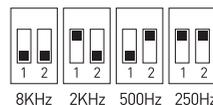

Рис. 2. Положение DIP-переключателей при выборе частоты ШИМ
3.4. С помощью переключателей на корпусе установите необходимую частоту ШИМ (PWM) (см. рис. 2).